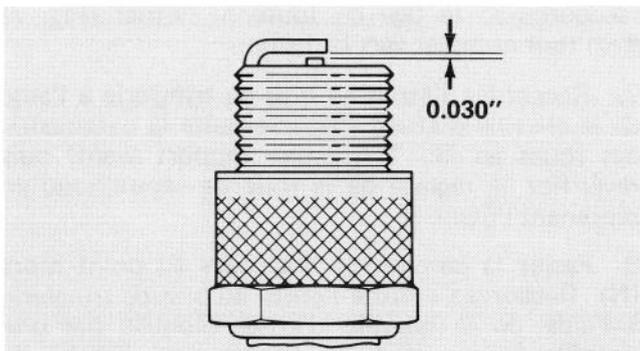

Figure 36
3. Réglez l'écartement des électrodes de la bougie neuve à 0.030 pouce (Fig. 36). Posez ensuite la bougie dans la culasse en la serrant à un couple de 15 lb/pi. Si vous ne disposez pas d'une clé dynamométrique, serrez fermement la bougie.